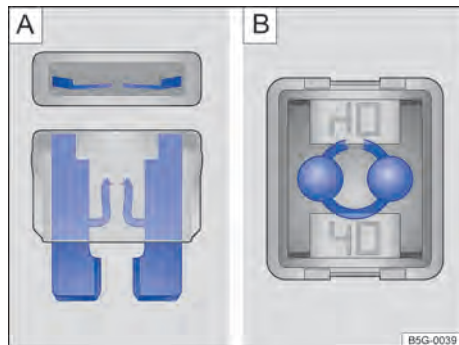

Fig. 196 Fusível queimado: **A** fusível plano, **B** fusível de bloqueio.
- Um *fusível plano* (ATO[®], MINI[®]) queimado é reconhecido de cima ou de lado pela carcaça transparente nas faixas metálicas derretidas → Fig. 196 **A**.
- Um *fusível de bloqueio* (JCASE[®]) queimado é reconhecido pelas faixas metálicas derretidas por cima da carcaça transparente → Fig. 196 **B**.